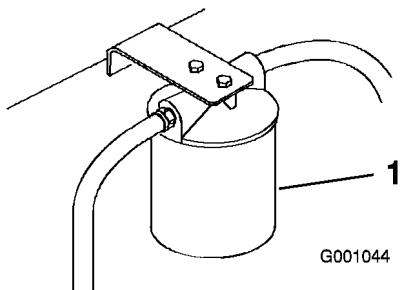

Figura 72
3. Coloque un recipiente bajo el filtro, retire el filtro usado y límpie con un paño la superficie de la junta del adaptador del filtro (Figura 72).